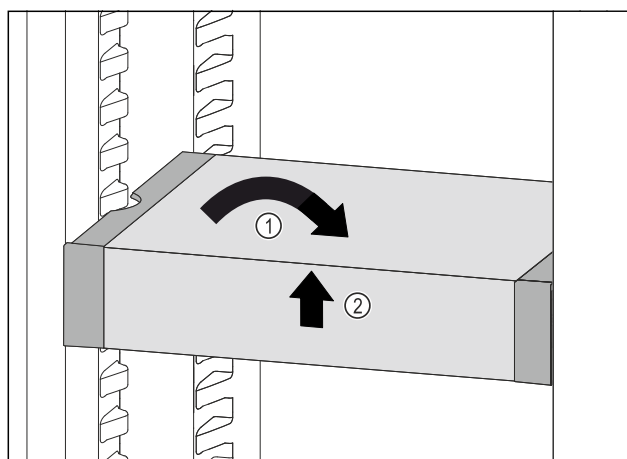

Fig. 94
- VarioSafe postavte rovně. Fig. 94 (1)
- VarioSafe vpředu zvedněte. Fig. 94 (2)